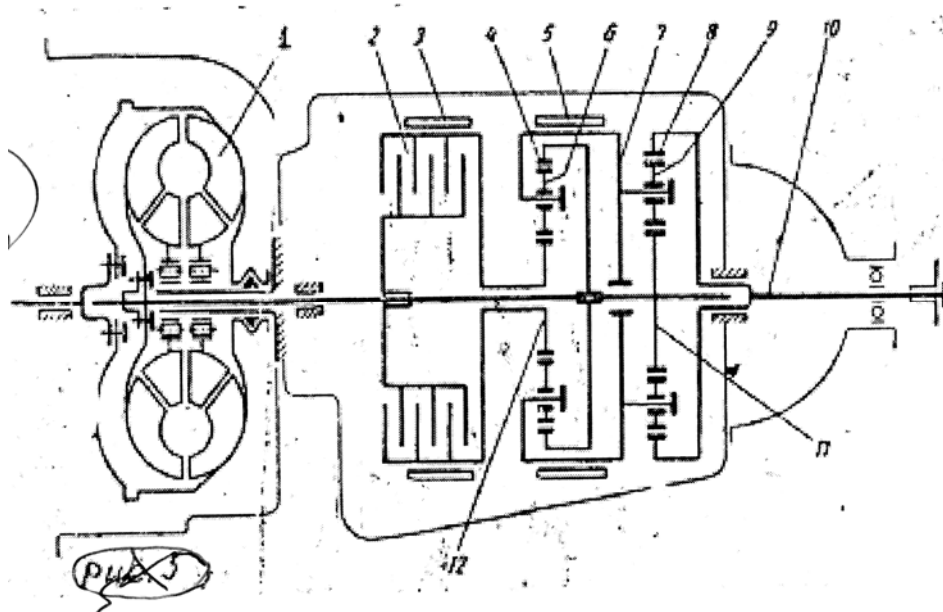

Рис. 5. Схема работы автоматической передачи автомобиля ЗИЛ -111:
обеспечивается фрикционно-тормозными устройствами с кнопочным включением и гидравлическим управлением (рис. 5).
1. При нажатой кнопке Н сцепление 2 и оба тормоза 3, 5 выключены. При этом ведущий и ведомый валы разобщены (см. рис. 5).
3. При нажатии кнопки Д при трогании с места, при движении с малой скоростью и при разгоне автоматически включается 1-я передача и коробка работает аналогично п. 2. При увеличении скорости автоматически включается 2-я передача. В этом случае освобождается передний тормоз 3 и включается сцепление 2 (см. рис. 5). При этом (когда включена 2-я передача) обе солнечные шестерни 12, 11 блокируются между собой, и вся система шестерен вместе с ведомым валом (10) вращается как одно целое ($i = 1$, а за счет гидротрансформатора $i = 2,4$). С увеличением нагрузки автоматически включается 1-я передача.